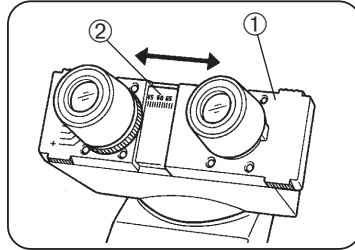

Abb. 13
(Abb. 13 & 14)
1. Durch die Okularlinsen blicken und den Augenabstand durch Verschieben des Schiebemechanismus zur Einstellung des Augenabstands ① nach links und rechts einstellen (Abb. 13). Der Schiebemechanismus zur Einstellung des Augenabstands ① ist mit einer Skala ② versehen. Anhand dieser Skala kann der Augenabstand notiert und beim nächsten Mal schnell wieder eingestellt werden (Abb. 13 & 14).